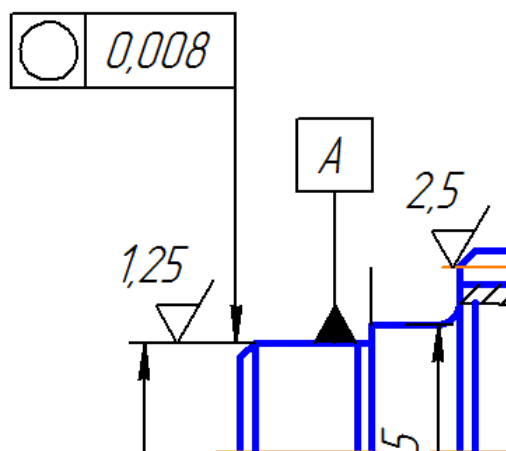

Рис. 45. Элемент вала с обозначением допуска круглости
– щёлкните по кнопке **Создать объект** на **Панели специального управления**. Знак допуска формы проставлен (рис. 45).